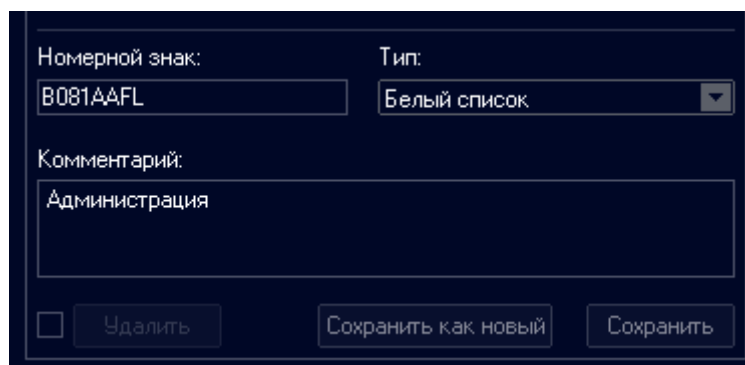

Рис. 34. Окно протокола номеров: форма локального списка
- форма редактирования записи (см. рис. 34).